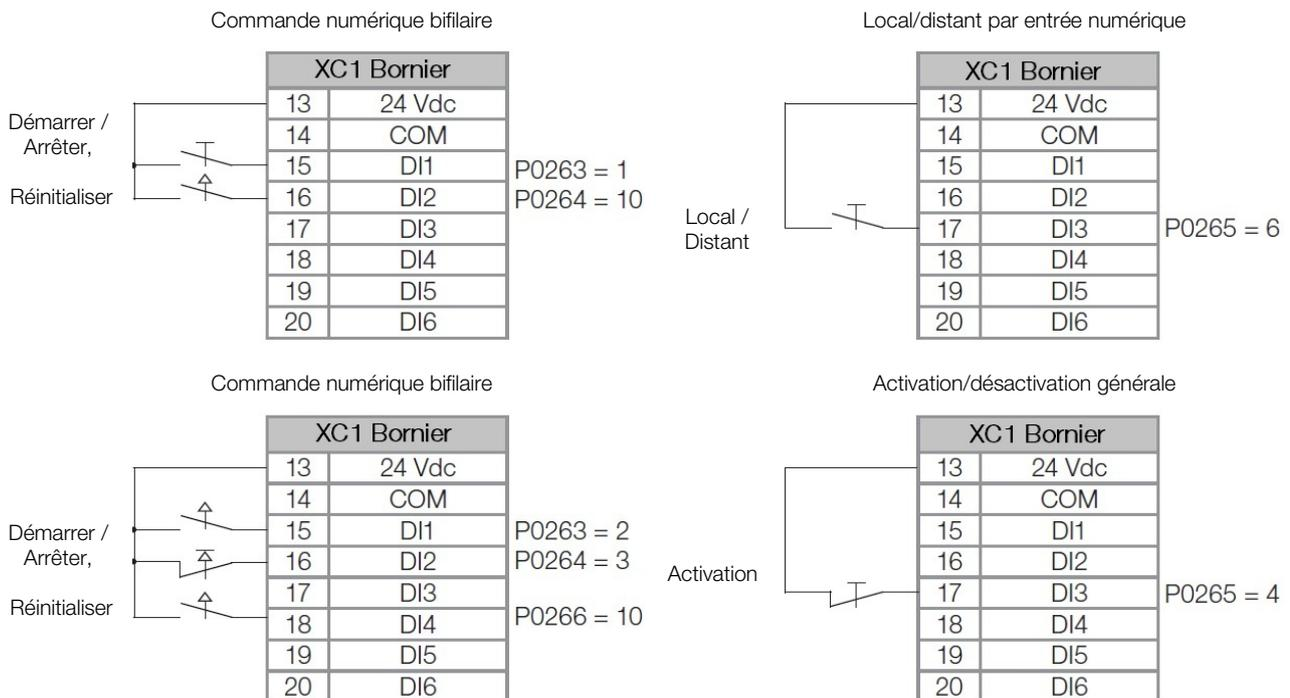

Figure 5.40: Exemples de commande d'entrée numérique
- Les entrées numériques possèdent des fonctions programmables ; la Figure 5.40 présente certains exemples de programmation.